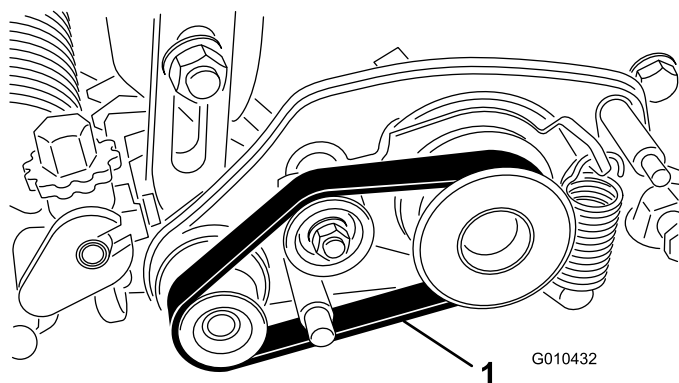

Figure 29
2. Retirez la courroie de la poulie mené, la poulie de tension et la poulie d'entraînement (Figure 29).